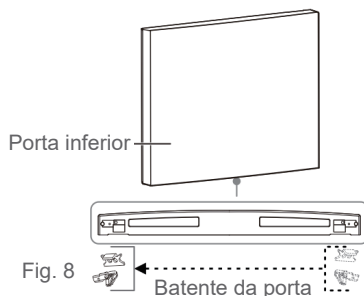

Fig. 8
8. Na porta inferior, remova o batente da porta, após desapertar o parafuso do mesmo na parte inferior direita, depois fixe novamente o batente da porta na parte inferior esquerda, usando o parafuso (→ Fig. 8).